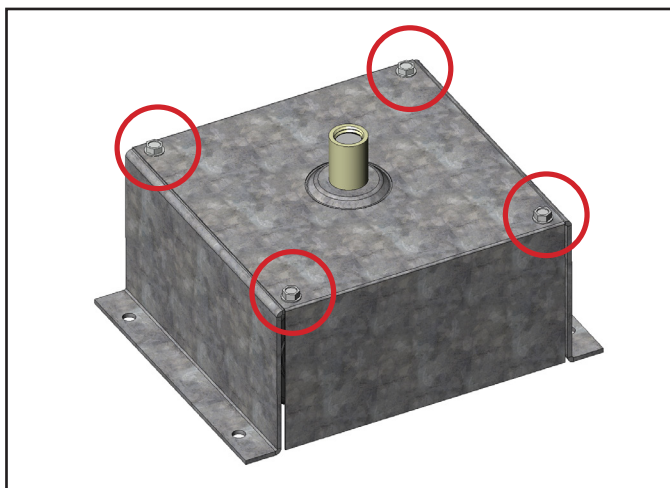

Рис. 10. На каждом устройстве одна коробка роликовой опоры полностью закрыта.
**ПРИМЕЧАНИЕ.** На каждом устройстве предусмотрена одна коробка, полностью закрывающая роликовую опору. С помощью гайковерта с головкой на 1/4" разобрать коробку роликовой опоры. См. рис. 10.